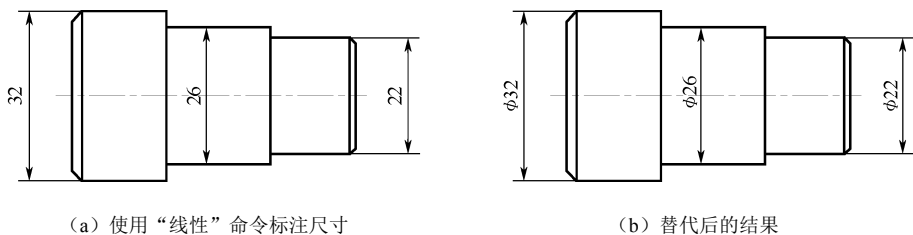

图4-94 轴直径的标注
② 菜单栏：选择“标注”→“更新”命令。
③ 工具栏：在“标注”工具栏中单击“标注更新”按钮。
④ 键盘命令：在命令行输入“DIMSTYLE”命令。
**例4-6** 采用“机械标注”样式标注如图4-94(a)所示轴的尺寸并用“替代样式”“标注更新”的方法修改径向尺寸，使其最终结果如图4-94(b)所示。
(1) 将“机械标注”设置为当前标注样式。
(2) 利用“线性”命令标注所有尺寸，如图4-94(a)所示。
(3) 替代尺寸样式。
① 打开“标注样式管理器”对话框，选择“机械标注”选项。